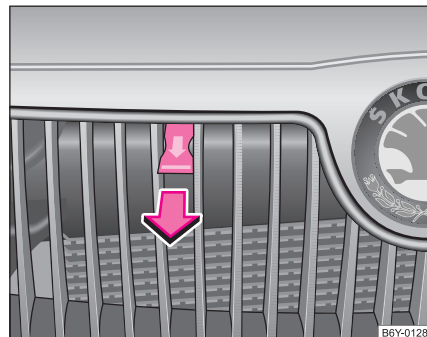

Abb. 135 Kühlergrill: Zuggriff
- Ziehen Sie an dem Zuggriff ⇒ Seite 186, Abb. 135, die Motorraumklappe wird vollständig entriegelt.